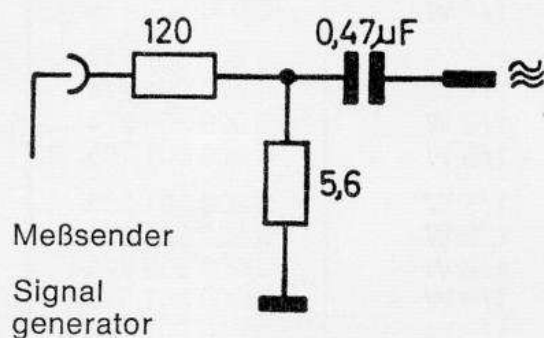

Fig. 1
- 3.6 Beim AM-ZF-Abgleich Spannungsteiler, Fig. 1, verwenden.
- 3.6 For AM-IF-alignment, use voltage divider, fig. 1.